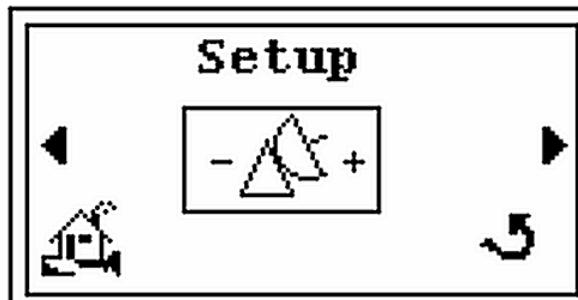

Abbildung 2-35 Setup-Bildschirm
3. Drücken von  und der *Setup-* Bildschirm erscheint (Abbildung 2-35).